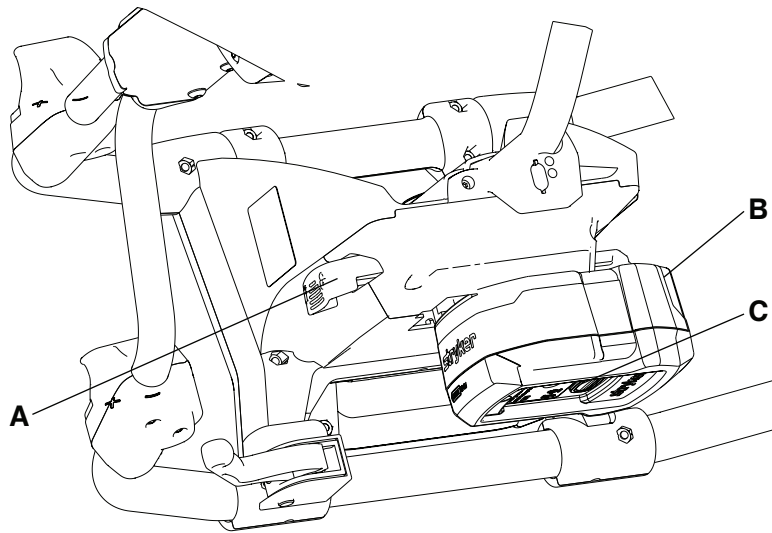

Figura 25 – Liberación de la batería
1. Presione el botón de liberación con una mano roja (C) o el botón de liberación de la batería (A) para liberar el **SMRT Pak** (B) de la camilla (Figura 25).